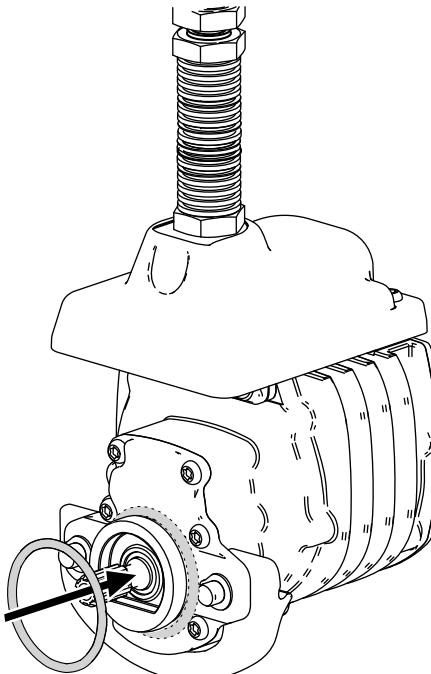

Figura 8
- Instale una junta tórica en cada motor del molinete, tal y como se muestra en la Figura 8.